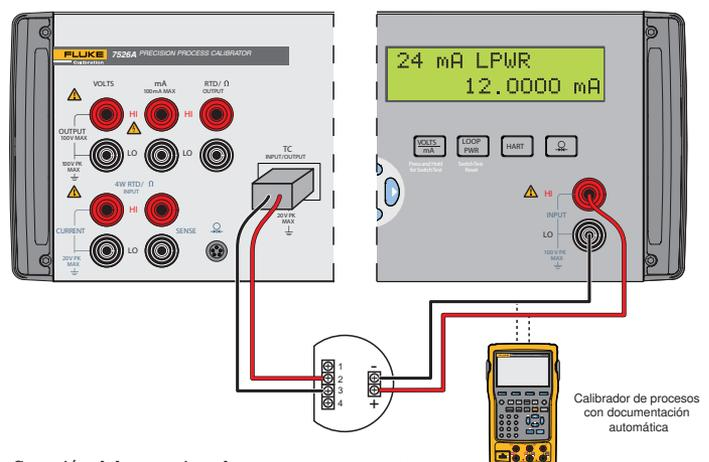

Figura 2. Conexión del transmisor de termopar y temperatura.
3. Conecte un miniconector tipo J en la toma de entrada/salida TC, como se indica en la Figura 2. Asegúrese de utilizar un termopar tipo J (por lo general, es de color negro).
4. Conecte los extremos pelados del cable de termopar a los terminales 2 (+) y 3 (-) del transmisor y active la alimentación como se indica en la Figura 2, asegurándose de que la polaridad del circuito esté conectada correctamente.